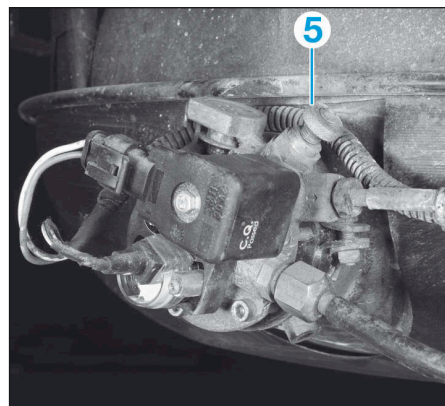

FIG.33
- Ouvrir la vanne manuelle (5) de la vanne multifonction (Fig.33).